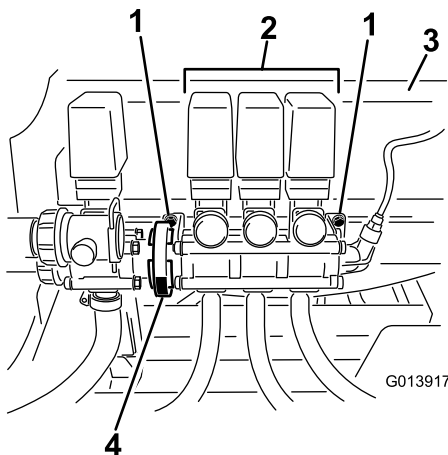

Рисунок 3
2. Ослабьте затяжку (не выворачивая полностью) болтов крепления клапана стрелы в сборе к монтажному кронштейну (Рисунок 3).